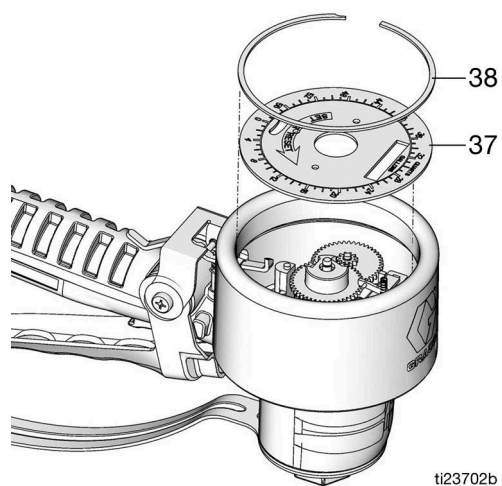

FIG. 28
4. Rimuovere la clip di fissaggio grande (38), poi il pannello della piastra frontale (37) (FIG. 28).